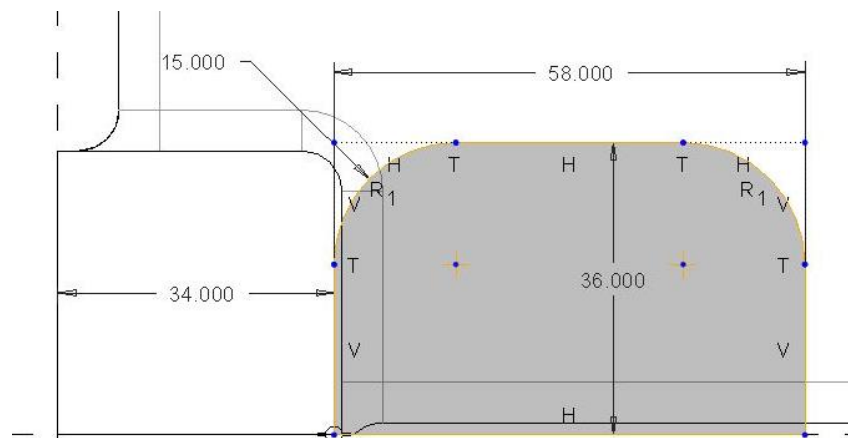

Abb. 18 Skizze Planfläche Ölschauglas und Ölablassschraube
- ▶ Profil ▶ Platzierung: Stirnfläche ▶ Material entfernen ▶ Skizze siehe Abb. 18 ▶ Optionen/Tiefe: Seite 1: nicht durchgehend 2mm; Seite 2: Durch Alle